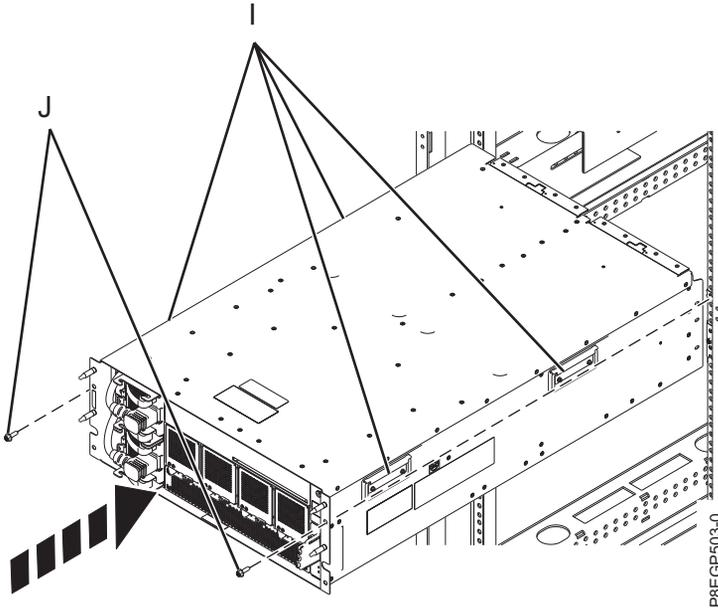

Figura 8. Instalación del cajón en un bastidor
4. Con tres personas, haga que dos de ellas levanten las cuatro asas **(I)**, tal como se muestra en la Figura 8 y que la tercera se coloque delante del cajón para hacer de guía. Levante el cajón y colóquelo sobre la parte frontal de los rieles.
6. Coloque los dos tornillos de fijación M5 **(J)** en el cajón y en los clips de tuerca de los rieles de la derecha y de la izquierda. Consulte la Figura 8.